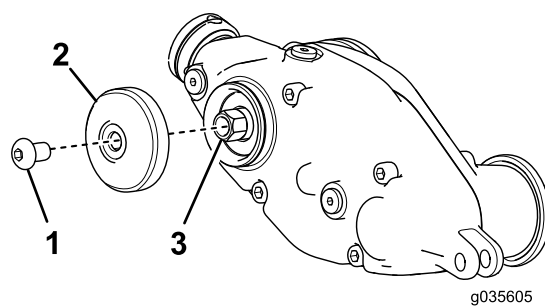

**Figura 12**
4. Apriete los pernos de cuello cuadrado y las contratueras que sujetan los soportes de ajuste de la altura de corte a las chapas laterales (Figura 12).
5. Apriete la contratuerca del perno de ajuste de la altura de corte y, a continuación, afloje la tuerca  $\frac{1}{2}$  vuelta (**Figura 12**).
6. Centre el rodillo delantero entre los soportes de altura de corte y sujételo en su sitio con los tornillos de caperuza y las tuercas con arandela prensada (**Figura 12**).